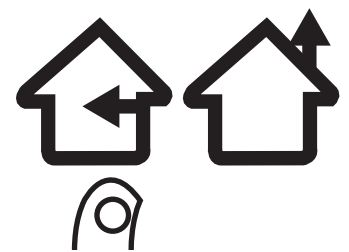

Figure 13
- Pour une installation sans conduit, s'il vous plaît visiter [anconahome.com](http://anconahome.com) pour acheter la trousse de recirculation (vendue séparément), et déplacez le loquet (situé à côté du moteur) en position. (voir figure 13).